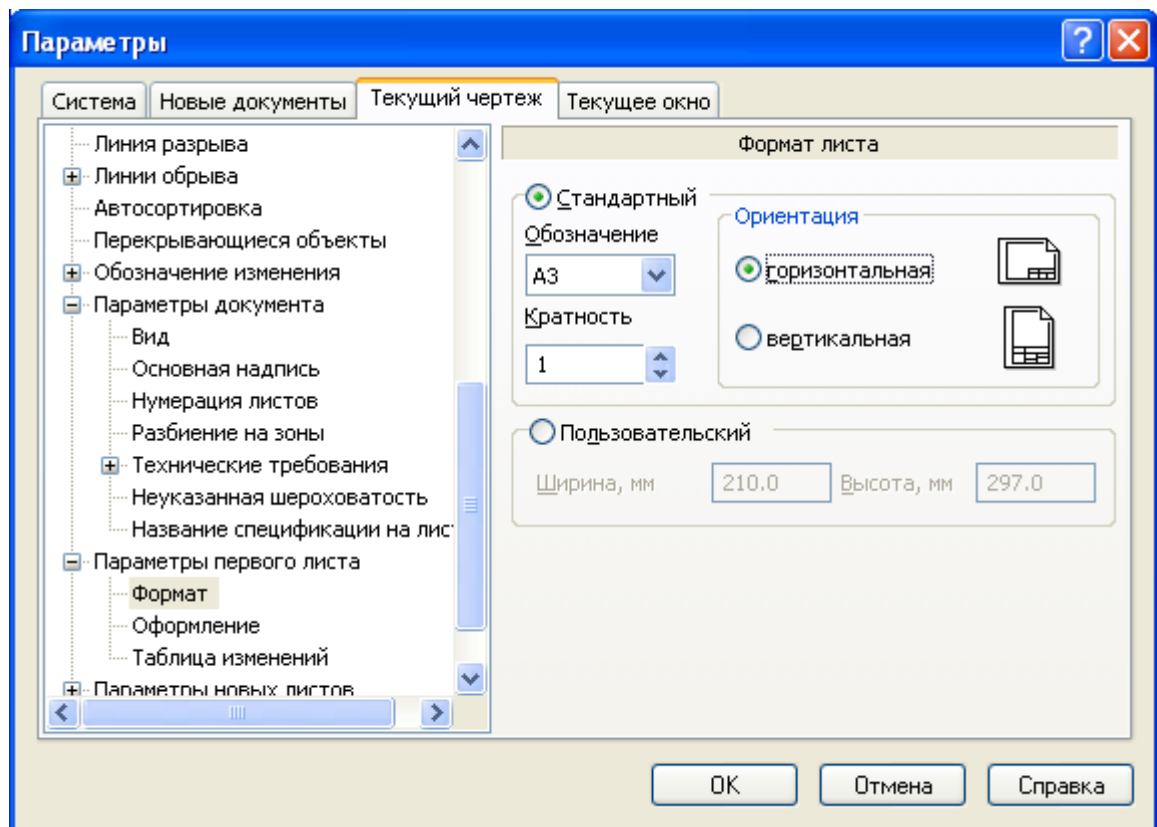

Рисунок 3
1. Вызвать команды Сервис – Параметры...- Текущий чертеж - Параметры листа – Формат (рисунок 3).